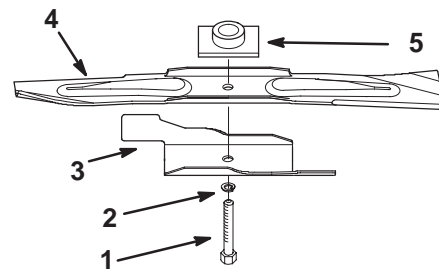

Figure 15
2. Enlevez le boulon et la rondelle de blocage, l'accélérateur et la lame (Fig. 15).
1. Placez la lame sur l'axe et le dispositif d'entraînement, les extrémités incurvées dirigées vers la tondeuse, et le dispositif d'entraînement logé dans le creux de la lame (Fig. 15).
2. Montez l'accélérateur, la rondelle et le boulon de lame (Fig. 15).